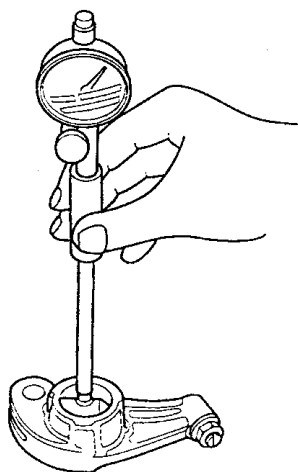

图 2-107 测量摇臂内径
4) 如图 2-107 所示，用内径百分表测量摇臂的内径，并检查其圆度。摇臂与摇臂轴之间的间隙标准值： $0.019 \sim 0.058\text{mm}$ ；维修极限： 0.08mm 。